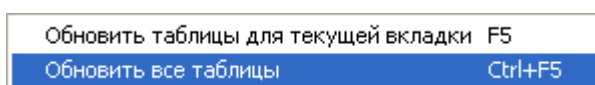

Рисунок 6-9 Выбор в контекстном меню действия «Обновить таблицы для текущей вкладки»
- «Обновить все таблицы» (см. Рисунок 6-9).